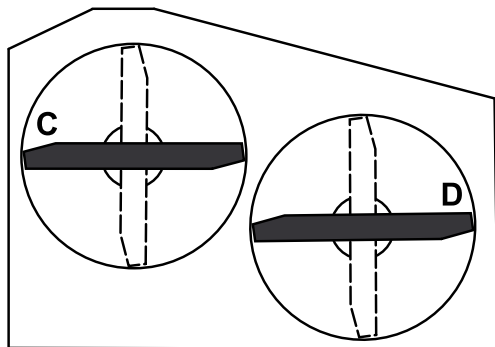

Bild 58
- Stellen Sie die Schnittmesser seitlich. Messen Sie von einer ebenen Fläche bis zu den Stellen **C** und **D** an den Schnittkanten der Messerspitzen (Bild 58).